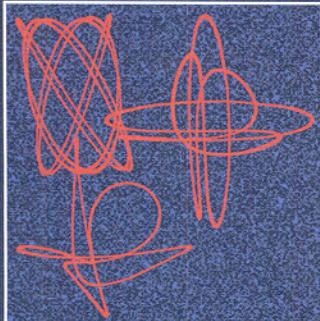

Bild 6: Verschiedene Spiralskop-Effekte mit dem LS 90 von ELV
- Spiraloskop-Effekt (Bild 6) mit 2 Spiegelmotoren (Bild 7). Die Ansteuerung erfolgt über die Mikroprozessor-Steuerplatine.